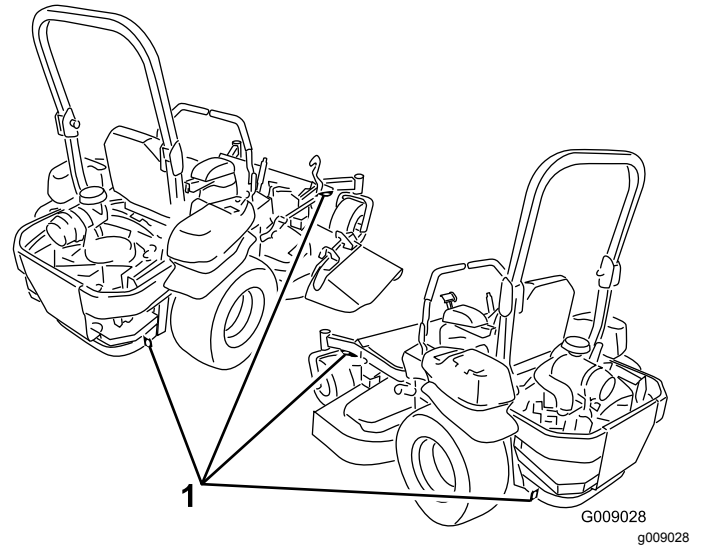

Figura 30
5. Utilice los puntos de amarre metálicos de la máquina para sujetar la máquina firmemente al remolque o al camión con correas, cadenas, cables o cuerdas (Figura 30).